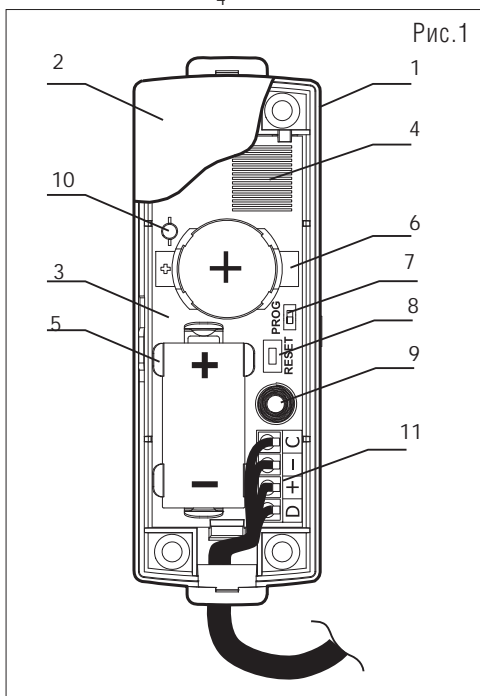

Рис. 1
УСЦП выполнено в виде одного блока (Рис. 1) и состоит из основания (1), крышки (2) и печатной платы (3). Печатная плата УСЦП закреплена на основании с помощью зацепов, на ней находится печатная антенна (4), установлены держатели с основной (5) и резервной (6) батареями, переключатель режимов «PROG» (7), кнопка для перезапуска «RESET» (8), датчик вскрытия «TAMP» (9), светодиодный индикатор (10) и колодка
(11) для подключения СЛ («D»), питания ДФИ («+») и контроля внешнего источника 12 В («С»). Минус («-») является общим. Датчик отрыва расположен на обратной стороне платы.